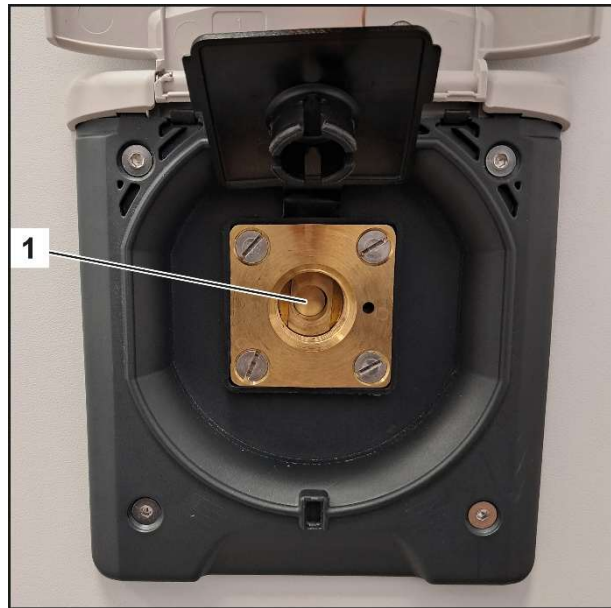

Abb. 12
3. Schließen Sie einen entsprechenden Tankadapter (Abb. 13/1) am Füllanschluss (Abb. 12/1) an. Um keine Verunreinigung in die Anlage einzubringen, empfiehlt ALUGAS Adapter mit Sinterfilter zu verwenden.